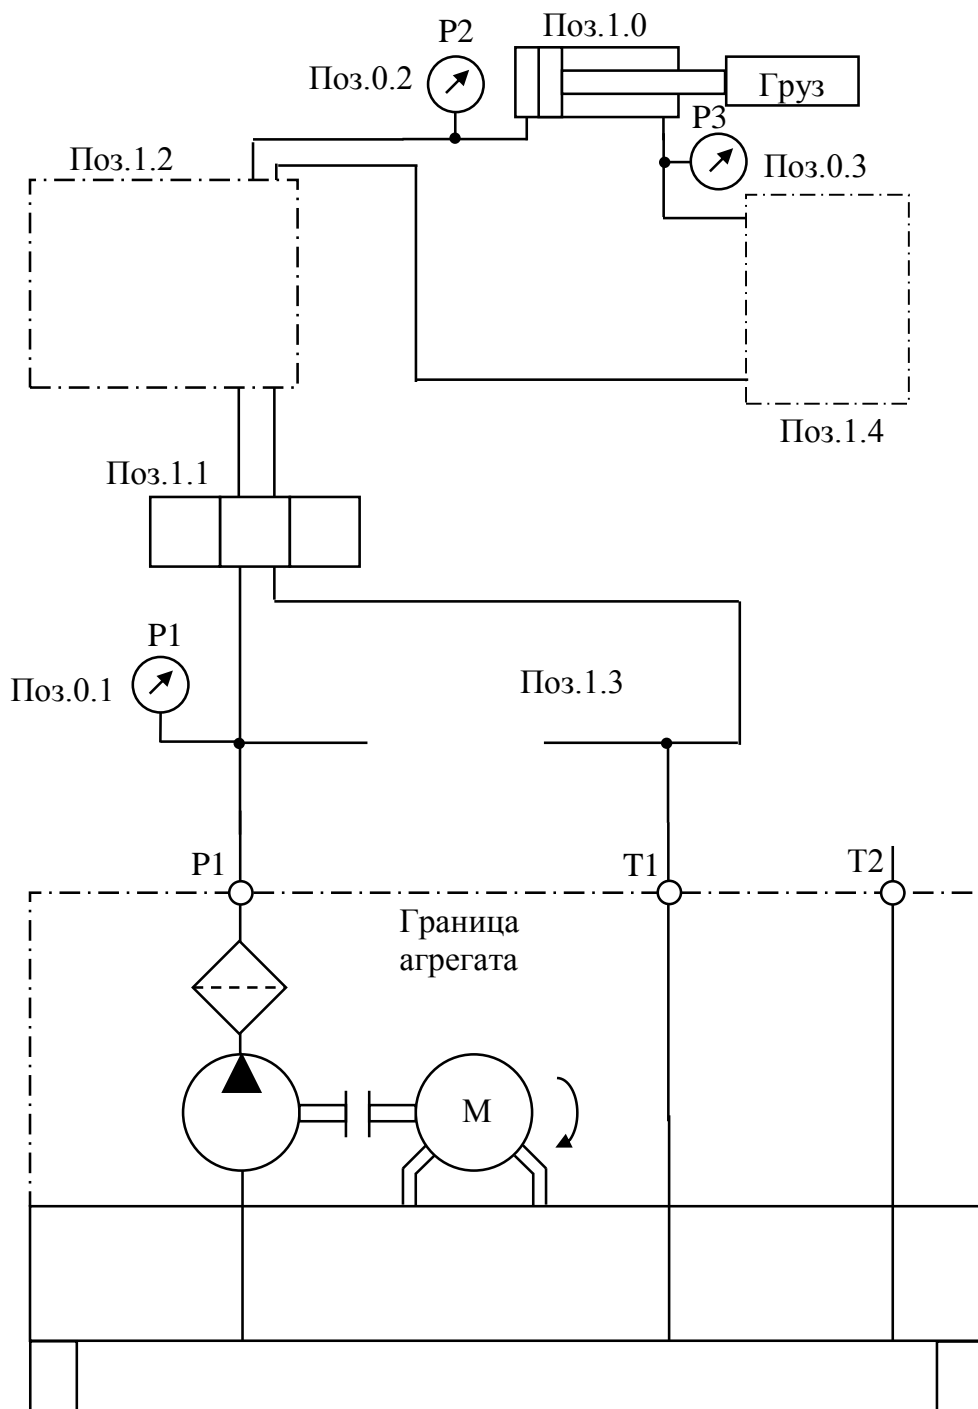

Рис. 13.5. Эскиз гидравлической схемы фиксации рабочих органов машины
- Разработанную гидравлическую схему сравнить с рис. 13.5 и дорисовать недостающие элементы.